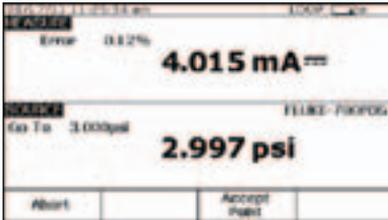

Figura 25.
- Seleccione "Manual Test" y siga las instrucciones del DPC: "Go to 3 PSI" (Llegar hasta 3 PSI) (Figura 25).